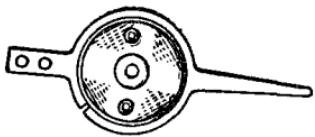

Рис. 62. Регулятор (градусник)
*Волосок 1 баланса*, свернутый спиралью, служит для колебания баланса и регулировки хода часов. Точность регулировки достигается посредством градусника (регулятора, рис. 62), укрепленного на мосту баланса накладной и врачающегося вокруг нее. Волосок стремится вернуться в первоначальное положение и сообщает балансу обратное движение. Так возникает цикл колебательных движений баланса и волоска.